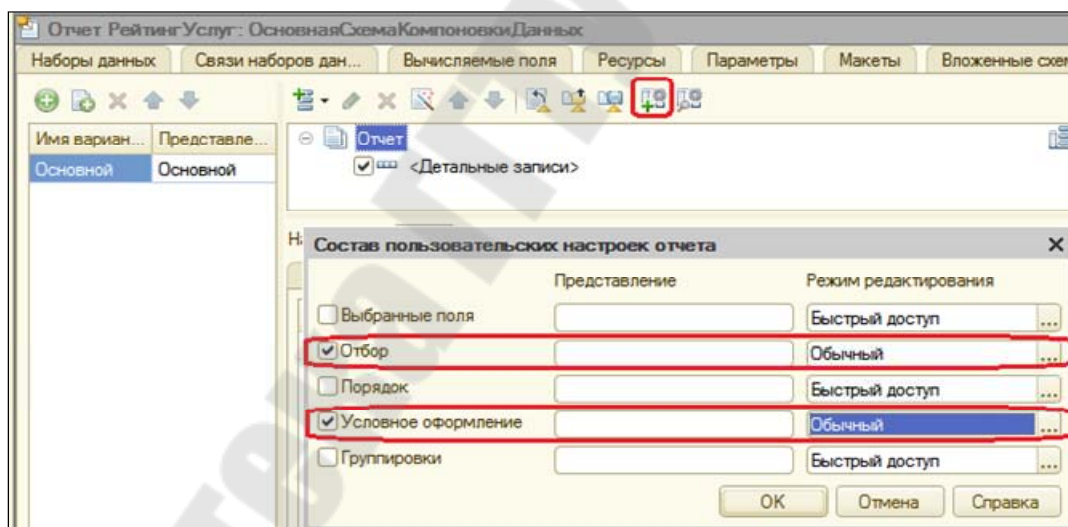

Рис. 6.18. Настройка отбора данных
**Шаг 8.** Настройка отбора записей. Вернемся в конфигуратор. На закладке **Настройки схемы компоновки** нажмите кнопку **Свойства элемента пользовательских настроек** (рис. 6.18), расположенную сверху в командной панели окна настроек. Установим галочку использования для настроек **Отбор** и **Условное оформление** и свойство **Режим редактирования** – Обычный.